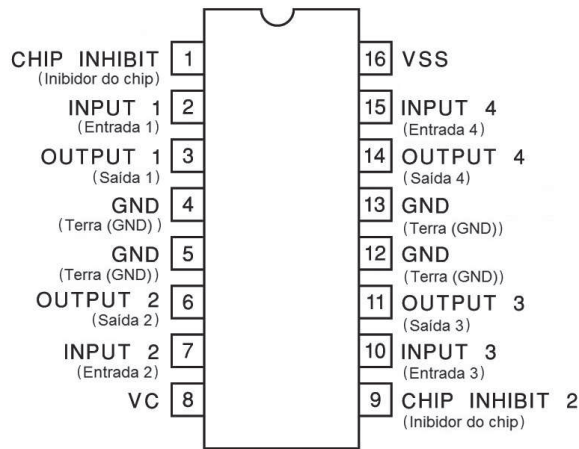

Figura 5.6 – Pinagem para o L293D (ou SN754410).
- **Exercício 1:** Em vez de apenas um motor, tente conectar dois, com duas chaves de direção e potenciômetros para controlar a direção e a velocidade. A figura 5.6 mostra a pinagem do chip.